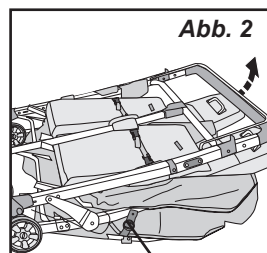

Abb. 2
4. Kinderwagen in zusammengeklappter Position sichern indem man den Kinderwagen mit der Vorderseite auf den Boden legt Räder und vordere Fußstützen nach unten. Lokalisieren Retention-Gurt auf einer Seite des Kinderwagens (Abb. 2). Kinderwagengriff nach unten drücken und schieben größeres Loch am Haltegurt Riegel über Haken am Kinderwagen. Ziehen Sie die Verriegelung nach oben, um den Stift zu sichern in ein kleineres Loch (Abb. 3 und 4.). Wiederholen Prozess auf der anderen Seite des Kinderwagens.
3. Stellen Sie jeden Gurt richtig ein, indem Sie am freien Ende des Gurtbandes ziehen und die Plastikschnalle entlang des Gurtes bewegen (Abb. 2).
2. Befestigen Sie den Schultergurt auf der Vorderseite des Sitzes wieder an der Rückenlehne, führen Sie die Schultergurtverankerung zum Schultergurt, drücken Sie die Gurtverankerung durch den Schlitz in der Rückenlehne auf die gewünschte Höhe. Drehen Sie die Gurtverankerung so, dass sie flach auf der Rückseite des Sitzes liegt (Abb. 2). Wiederholen Sie dies beim gegenüberliegenden Schultergurt.
1. So verlängern Sie den Schrittgurt: Schieben Sie die Plastikschnalle auf dem Schrittgurt nach oben (Abb. 2).
2. So verkürzen Sie den Schrittgurt: Schieben Sie die Plastikschnalle auf dem Schrittgurt nach unten (Abb. 2).
1. Während Sie die Rückenlehne nach oben halten, entriegeln Sie beide Schnallen an der Rückenlehne (Abb. 2).